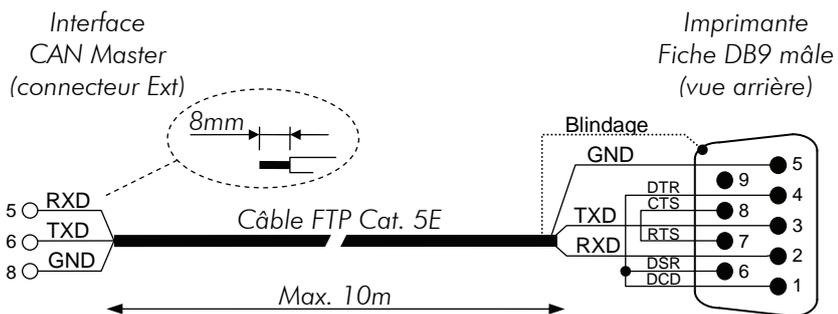

Fig. 44
- Raccorder 3 conducteurs du câble aux signaux RXD, TXD et GND de la fiche DB9 ou DB25 (Fig. 44 ou Fig. 45).